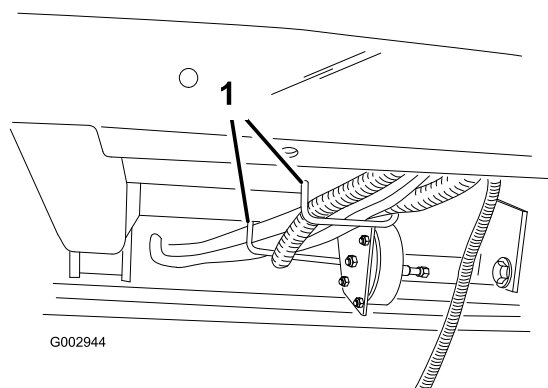

Figure 26
8. Faites passer le faisceau du boîtier de commande arrière à travers le tableau de bord, sous le véhicule, à travers les anneaux de faisceaux de câblage sous le plancher (Figure 26) ou les colliers en R sur les véhicules plus récents.